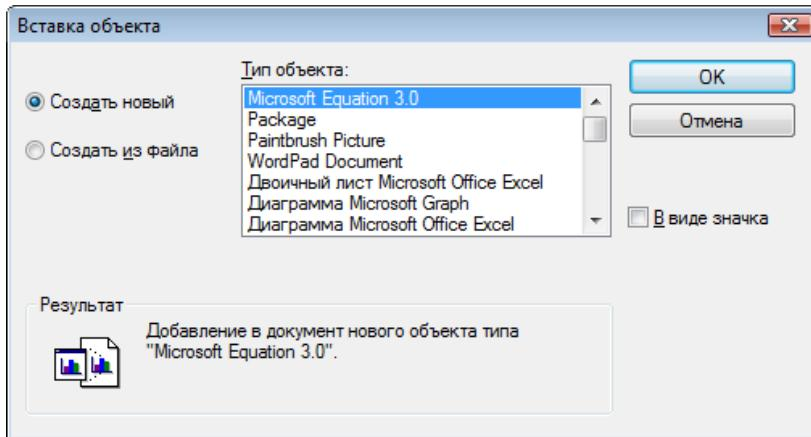

Рис. 9.9. Диалоговое окно **Вставка объекта** (режим Создать новый)
**Вставка документа Microsoft Word.** Команда INSERTOBJ (ВСТОБЪЕКТ) позволяет вставлять в рисунок документы, созданные Windows-приложениями. Этой команде соответствуют кнопка  панели Insert (Вставка) и пункт OLE Object (Объект OLE) падающего меню Insert (Вставка). Команда INSERTOBJ (ВСТОБЪЕКТ) вызывает диалоговое окно **Вставка объекта** (Insert Object), рис. 9.9, которое в русской версии Windows выводится на русском языке.
В режиме **Создать новый (Create New)** в списке **Тип объекта** (Object Type) диалогового окна **Вставка объекта (Insert Object)** (см. рис. 9.9) отметим строку Microsoft Word Document. Флажок **В виде значка (Display as Icon)** устанавливать не будем (при установке флажка документ вставится в рисунок не в естественном виде, а в виде условного значка Word Pad с подписью Документ).